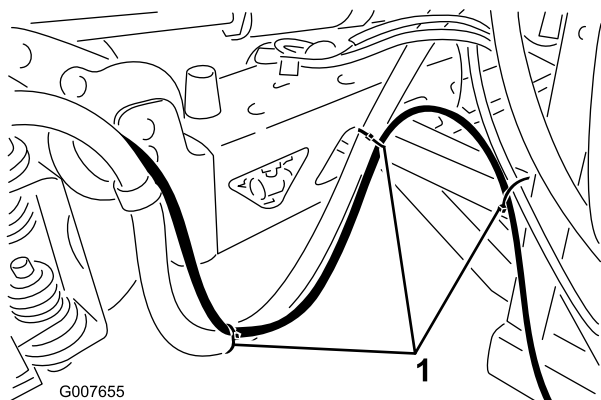

图9
- 继续沿现有喷洒臂供给软管布置软管。使用塑料扎带将软管固定到支柱上如图9 所示的位置。